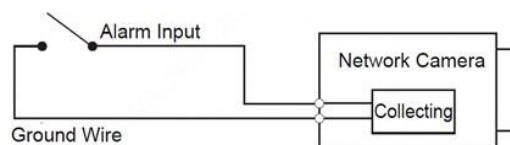

Abbildung 1-2 Alarmeingang
1. Verbinden Sie den Alarmeingang des Geräts mit dem Alarmeingang des I/O-Ports, siehe Abbildung 1-2.